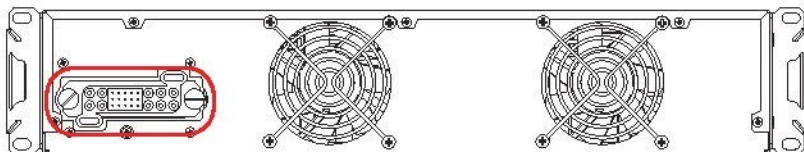

Рисунок 21. Силовой модуль. Вилка DJL-25T
3. Вставить силовой модуль до упора и убедиться, что вилка DJL-25T силового модуля (**рисунок 21**) совместилась с розеткой DJL-25Z стабилизатора.